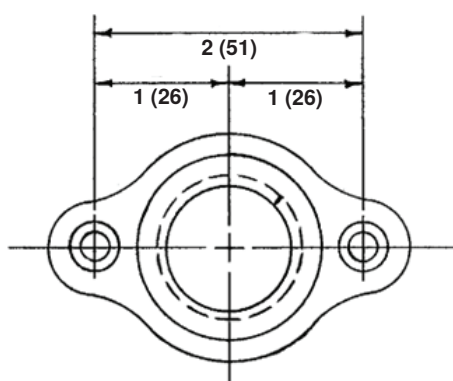

Figure 8. Écrou de rebut
1. En utilisant l'écrou de déchets (voir Figure 8) comme gabarit, percez trois trous—un trou de drainage de 3/4 de pouce et deux trous de fixation de 1/4 de pouce dans le bac inférieur de l'armoire de la fournaise.